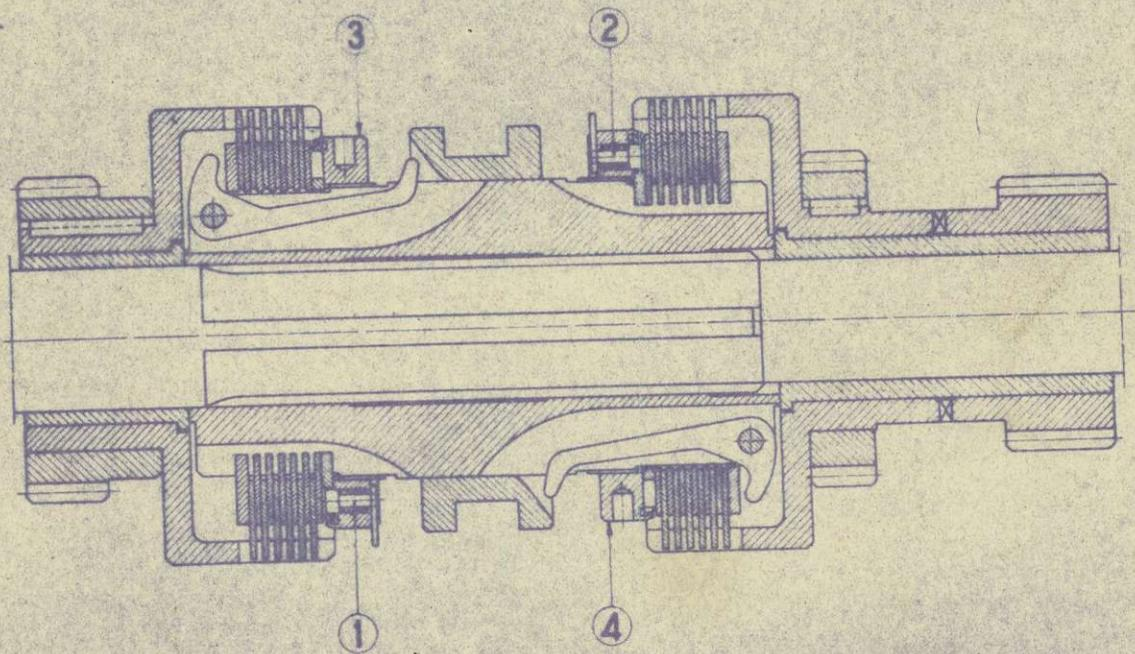

Fig. 13.
f) RÉGLAGE DES FRICTIONS : Fig. 13. — On atteint la friction en enlevant le couvercle de la poupée ; on fait ensuite tourner à la main la friction à régler, jusqu'à l'apparition du verrou « 1 » (ou « 2 ») se trouvant dans l'écrou de réglage « 3 » (ou « 4 »).